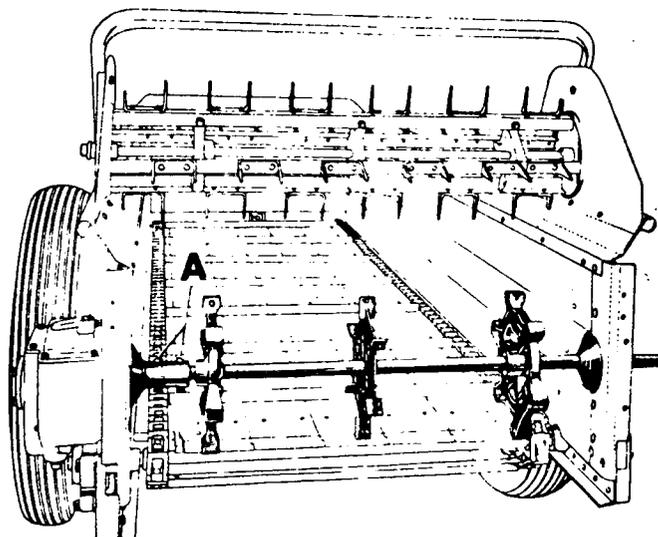

Fig. 2
*Agitador.* Consta de duas armações, de diâmetro diferente, uma superior e outra inferior, que giram com velocidades diferentes e agitam o material (fig. 2).